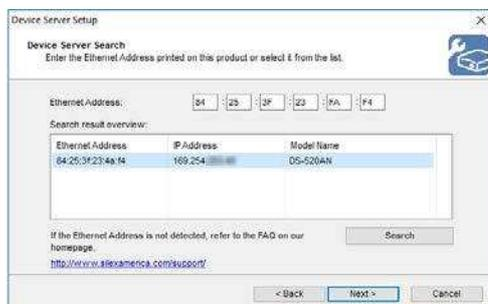

ABB. 16 – DAS GERÄT AUS DER LISTE WÄHLEN
- ! **Selbst wenn nur 1 Gerät aufgelistet ist, wählen Sie dieses Gerät aus der Liste, um es ordnungsgemäß zu markieren (Abb. 16 – siehe oben). Ansonsten könnte der nächste Konfigurationsschritt fehlschlagen.**